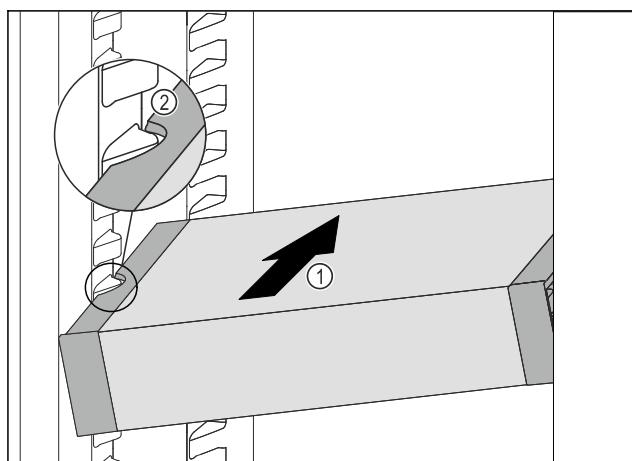

Fig. 99
▶ Вкарайте VarioSafe под ъгъл в хладилната част Fig. 99 (1), докато страничните прорези Fig. 99 (2) на VarioSafe се намират на височината на реброто на съда в хладилната част.